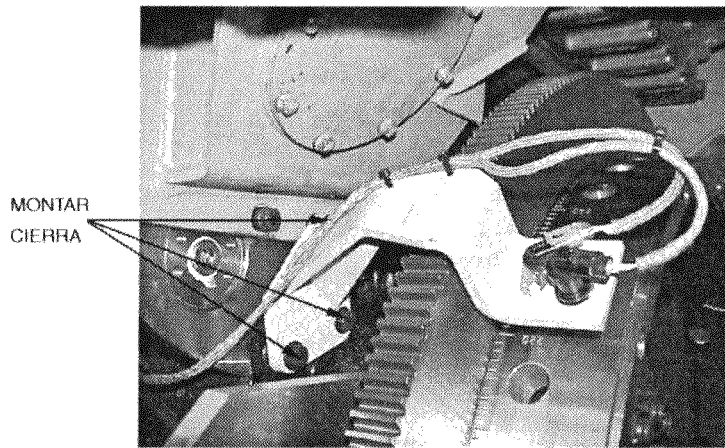

Figura 7.13 Pernos de montaje del soporte del sensor.
3. Afloje un poco los pernos de montaje del soporte del sensor como se muestra en la Figura 7-13.
4. Retire el correspondiente tapón (40 psi del lado exterior, 120 psi del lado interior), artículo 5 como se muestra en la Figura 7.13, y póngalo a un lado.
5. Usando alicates para anillos elásticos, retire el anillo elástico que sujeta la correspondiente válvula de retención, sea el artículo 8, #40053449 (Vendedor #2445) o el artículo 9, #40053450 (Vendedor #2410) como muestra en la Figura 7.13. Use un instrumento largo con la punta arpada (como un palillo de dientes) para agarrar por dentro la válvula de retención y sáquela del colector deslizándola (la válvula de retención tiene una junta tórica y no se deslizará fácilmente).